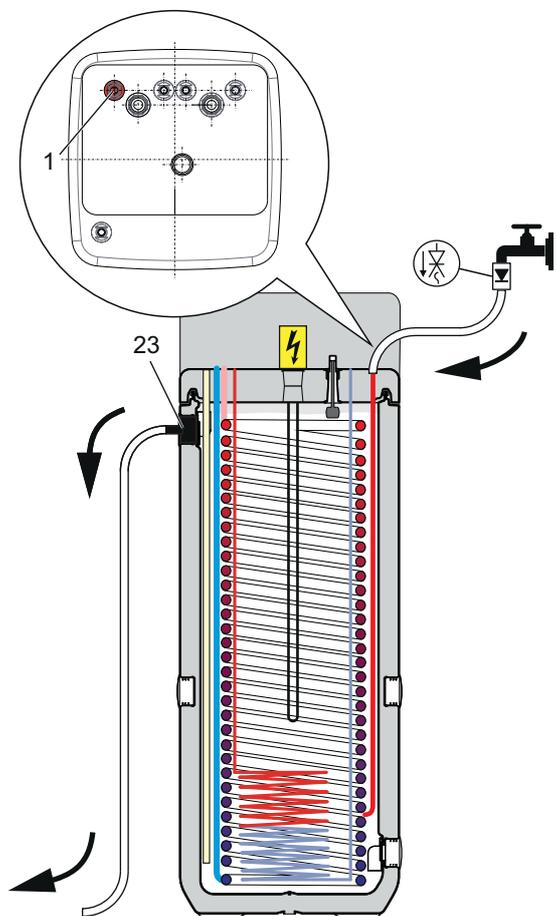

Fig.9-1 Encher o tanque do acumulador - sem sistema solar
- Ligar **mangueira de enchimento** com dispositivo para evitar o retorno (1") à **ligação "p=0 Solar - avanço"** (ver Fig. 9-1, pos. 1).
- Encher o tanque do acumulador da DAIKIN EKHHP **até sair água pela ligação** (Fig. 9-1, pos. 23) que foi ligada **como descarga de segurança**.